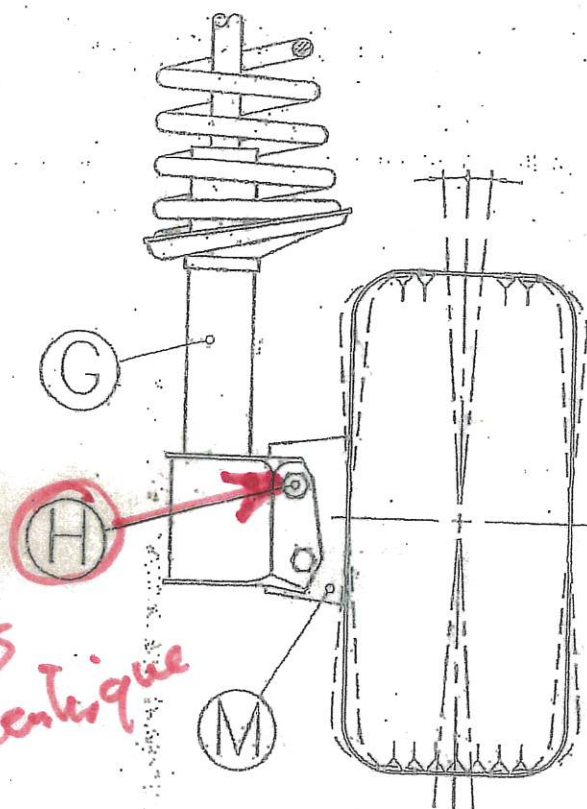

FIG. 1
1. In fase di rimontaggio dell'ammortizzatore, sostituire il bullone (H) dell'attacco superiore al mozzo ruota (M) con il bullone (A) eccentrico (vedi fig.1):